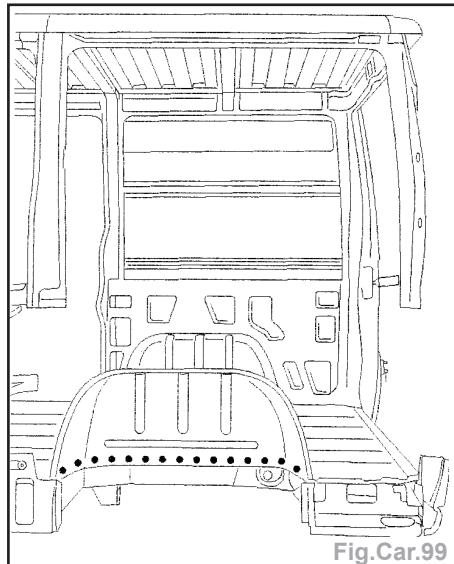

Fig.Car.99
- Souder par points bouchon MAG et par points électriques (Fig.Car.99).